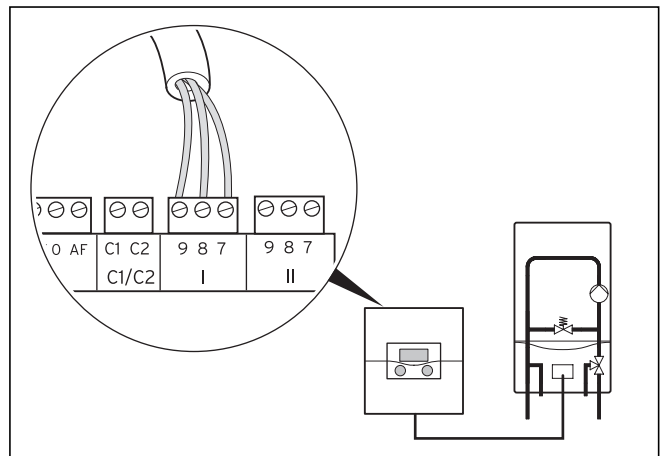

Fig. 5.1 Collegamento dell'apparecchio di riscaldamento
- Effettuare il cablaggio dell'apparecchio con il cavo di collegamento (min. 3x0,75 mm²) (→ **fig. 5.1**).